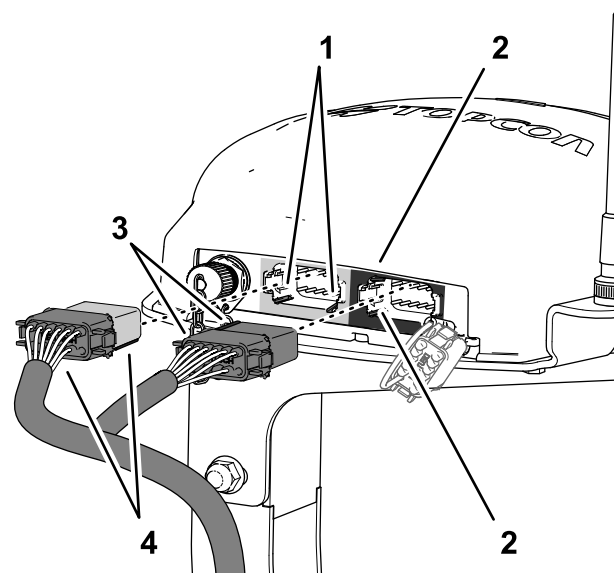

Figura 197
3. Allineate le 2 chiavi sulla superficie lunga del connettore a 12 prese grigio e nero del cablaggio dati con le 2 scanalature per chiave nella parete orizzontale inferiore del connettore a 12 pin sinistro (grigio) del ricevitore di navigazione (Figura 197).
4. Collegate il connettore a 12 prese grigio e nero del cablaggio dati nel connettore a 12 pin sinistro (grigio) del ricevitore di navigazione, fino a quando il connettore non scatta saldamente in sede (Figura 197).
5. Allineate le 2 chiavi sul lato corto del connettore a 12 prese nero del cablaggio dati con le 2 scanalature per chiave nella parete verticale sinistra del connettore a 12 pin destro (nero) del ricevitore di navigazione (Figura 197).
6. Collegate il connettore a 12 prese solo nero del cablaggio dati al connettore a 12 pin sinistro (nero) del ricevitore di navigazione, fino a quando il connettore non scatta saldamente in sede (Figura 197).